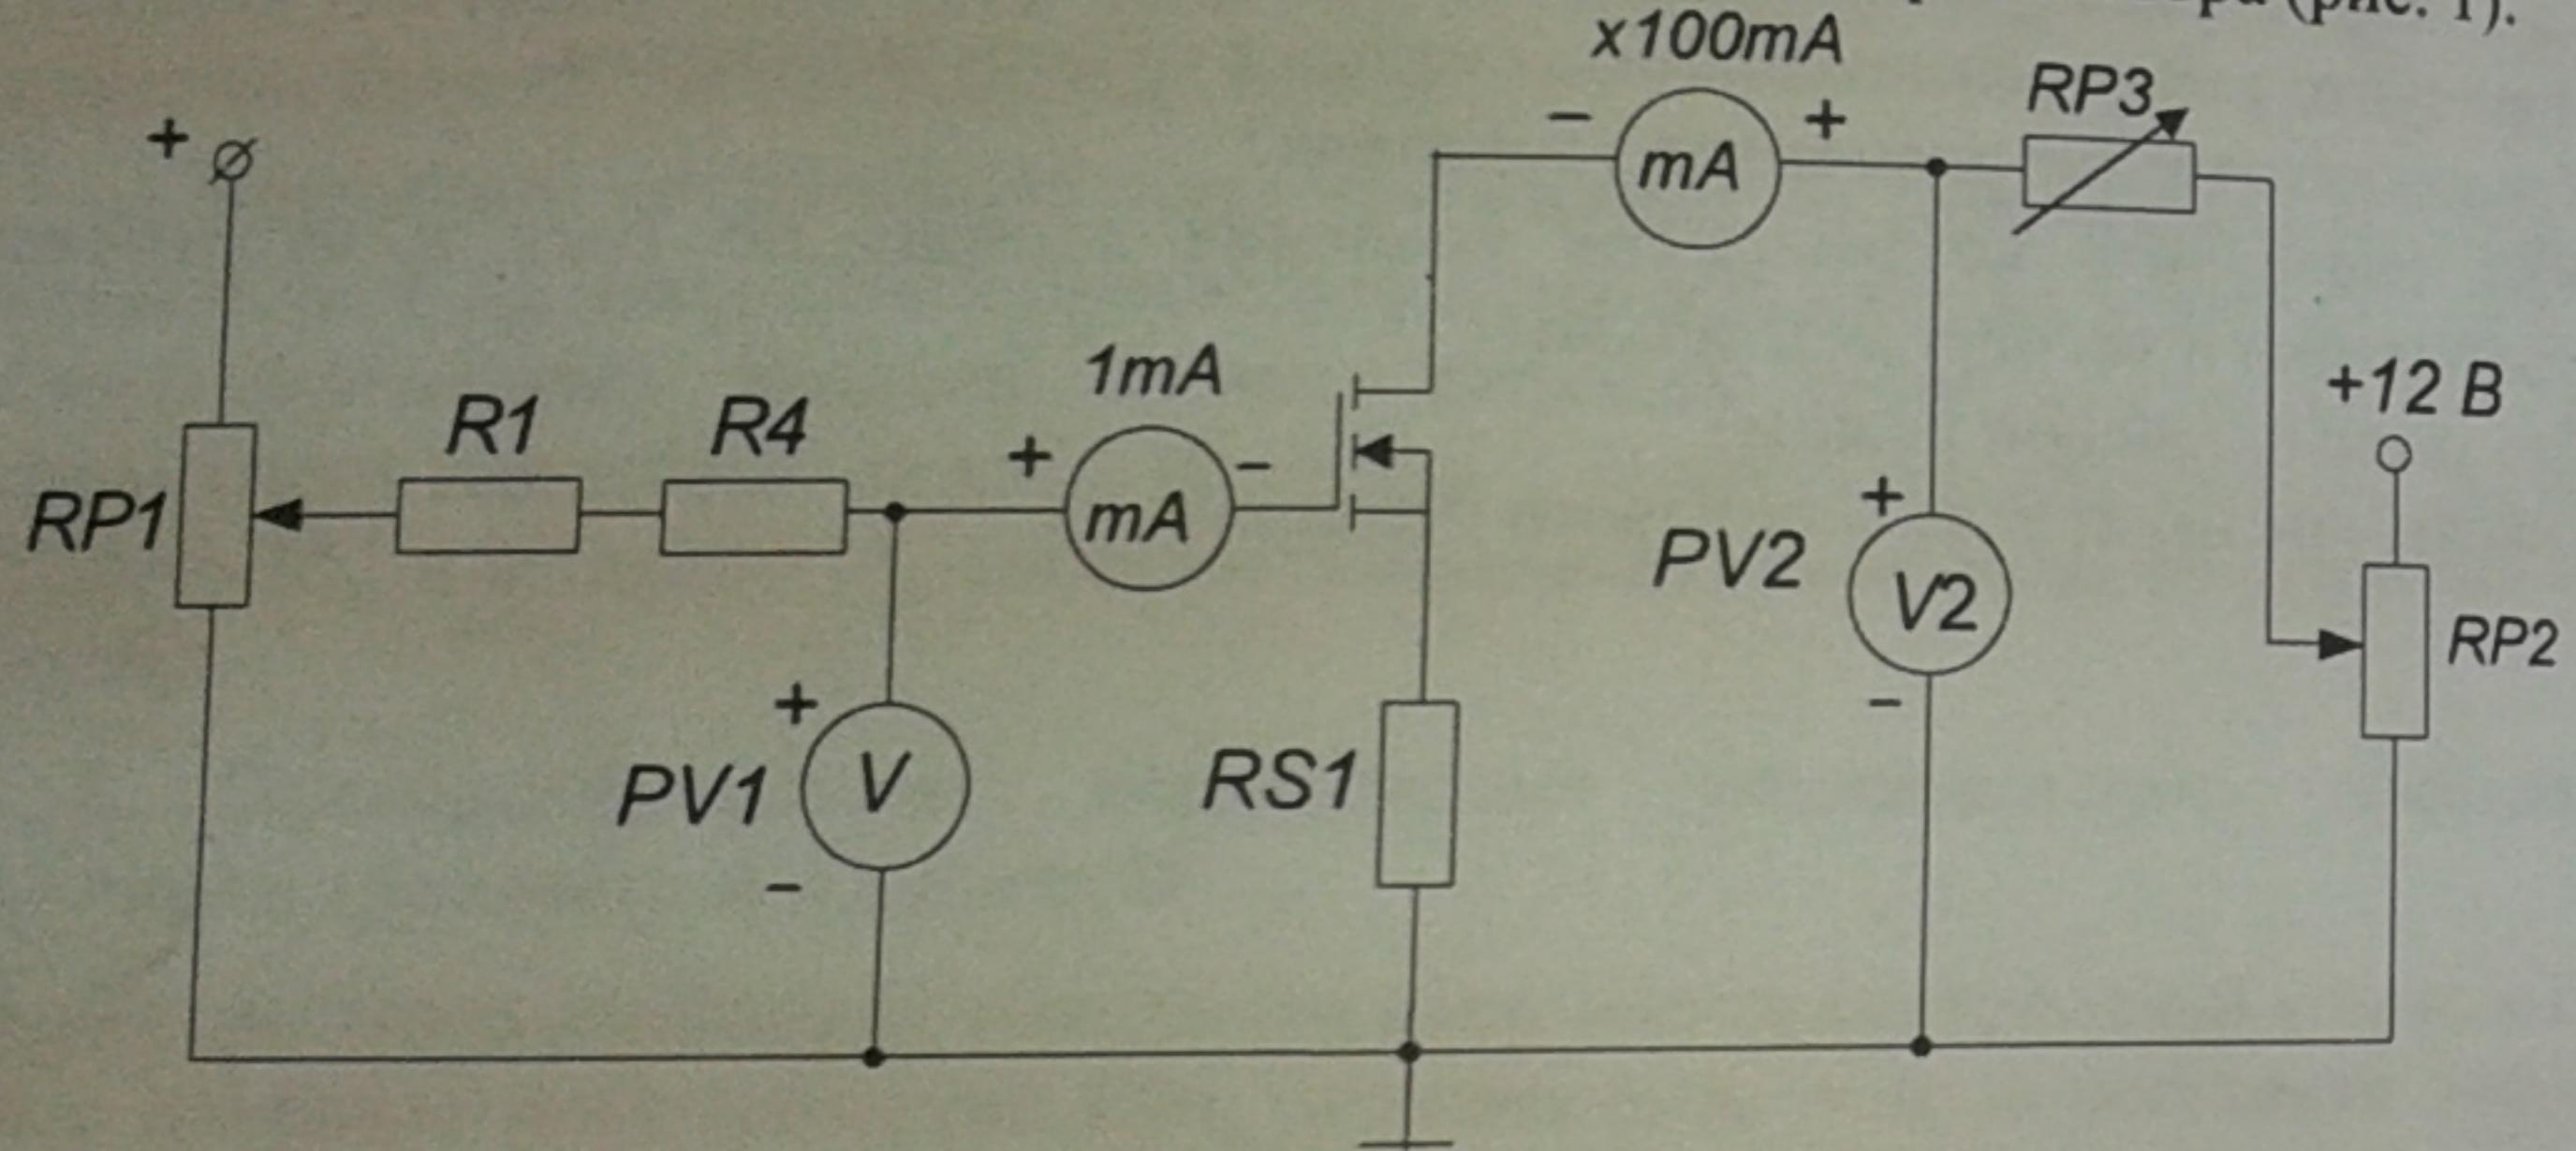

Рис. 1. Схема для снятия характеристик полевого транзистора
- собрать схему для снятия характеристик полевого транзистора (рис. 1).
- снять стокозатворную характеристику  $I_c = f(U_s)$  при напряжении на стоке равном заданному значению  $U_2$  и  $RP3 = 0$ , используя схему на рис. 1. Стартовые точки здесь и далее записывать в таблицу и наносить на график. Изменяя напряжение на затворе от нуля до максимального значения при помощи потенциометра  $RP1$ , снять стокозатворную характеристику при отсутствии нагрузки (короченном  $RP3$ ). При снятии характеристики убедитесь, что ток затвора  $I_s$  мал. На начальном участке характеристики точки снимать чаще;
Переключить осциллограф в режим временной развертки. Включить функциональный генератор и установить синусоидальный сигнал с частотой  $f$  в соответствии с таблицей вариантов; уменьшить сигнал до нуля регулятором амплитуды. Переключить вход  $CH1$  осциллографа в положение вход закорочен «GND». Включить питание стенда. При напряжении  $U_s = 0$  установить с помощью потенциометра  $RP2$  (см. рис. 1) заданное значение « $=U_2$ » и далее не изменять его при всех экспериментах (не трогать ручку потенциометра  $RP2$ );